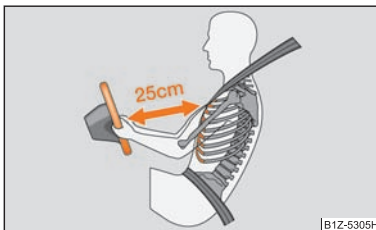

Fig. 97 Distancia de seguridad con respecto al volante
- Es importante que el conductor y el acompañante mantengan una distancia mínima de 25 cm con respecto al volante o al tablero de instrumentos ⇒ fig. 97. Si no respeta la distancia mínima, el sistema de airbag no podrá protegerle - ¡Peligro de muerte! Además, los asientos delanteros y los reposacabezas siempre deben estar correctamente ajustados a la estatura del ocupante.